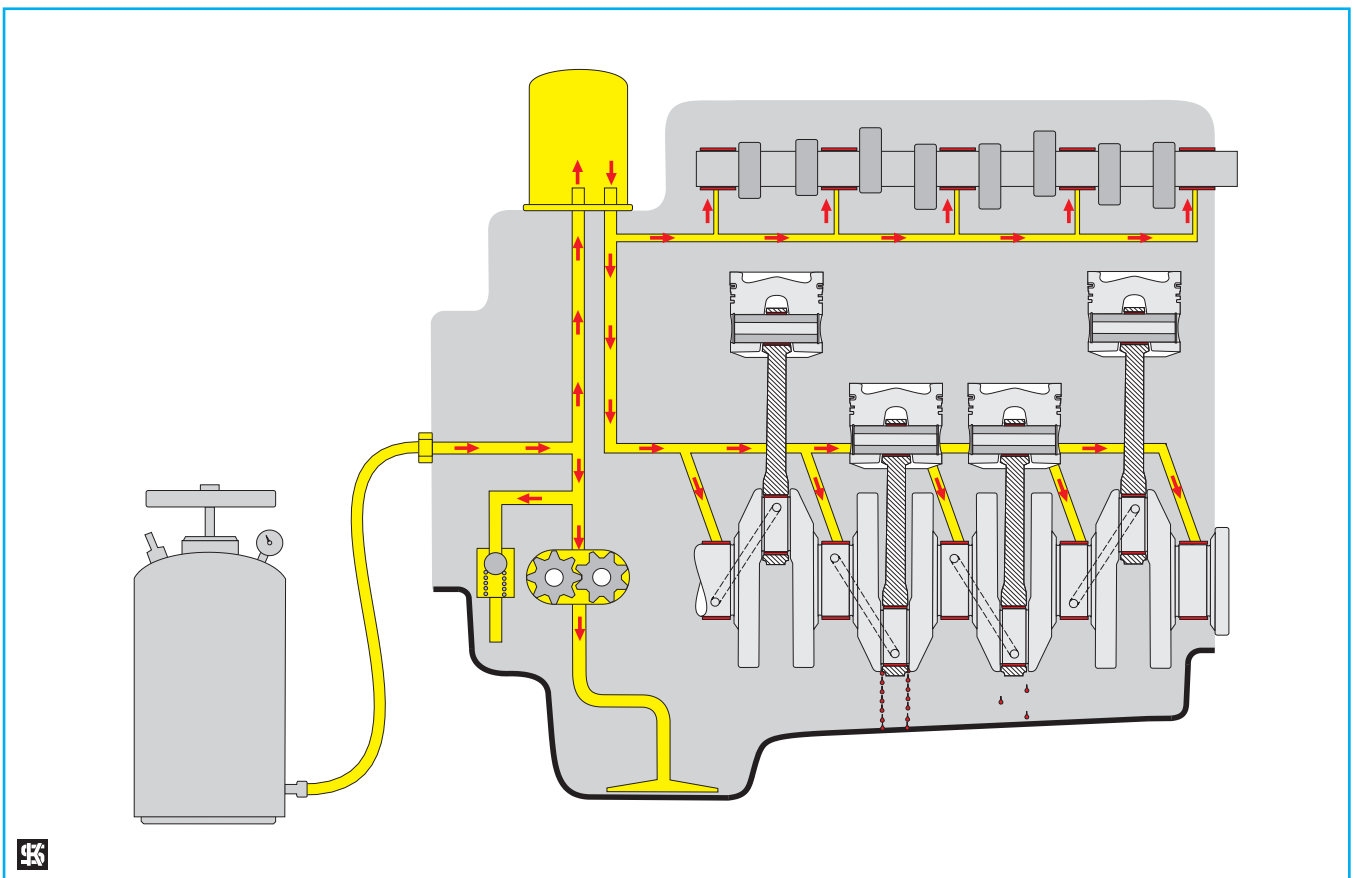

Fig. 1
1. Llenar con la ayuda de un recipiente de aceite por lo menos un 30% de la cantidad normal de lubricante en el sistema de presión del motor bombeándolo a través de un racor fileteado (Fig. 1 y 2). Los tapones roscados previstos para este objetivo por los fabricantes de los motores sirven perfectamente como puntos de conexión. Si faltan los dispositivos antedichos, puede extraerse un tapón de un orificio de aceite o del interruptor por presión de aceite para establecer la conexión.